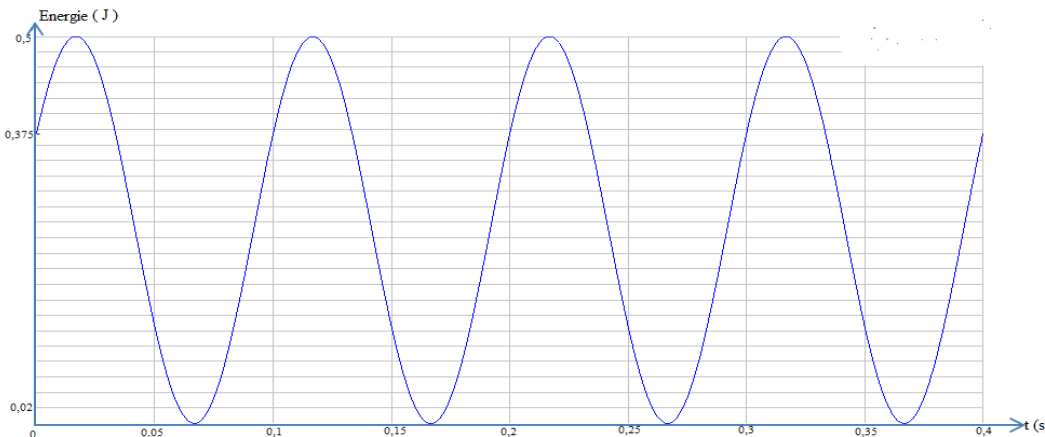

Figure 3
2.4. Sur la figure 3, tracer l'allure de la courbe $E_p = f(t)$ en respectant les conditions initiales de l'oscillateur étudié et ses caractéristiques. **(01,5 point)**